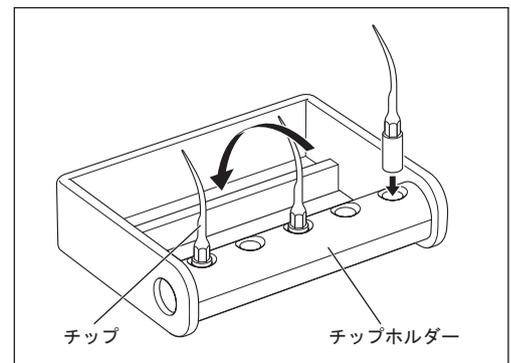

図62
- ・チップホルダーはオートクレーブ滅菌可能です。最大5種類のチップまで同時に滅菌することができます。滅菌の際は、矢印の方向にチップを倒して使用してください（図62）。